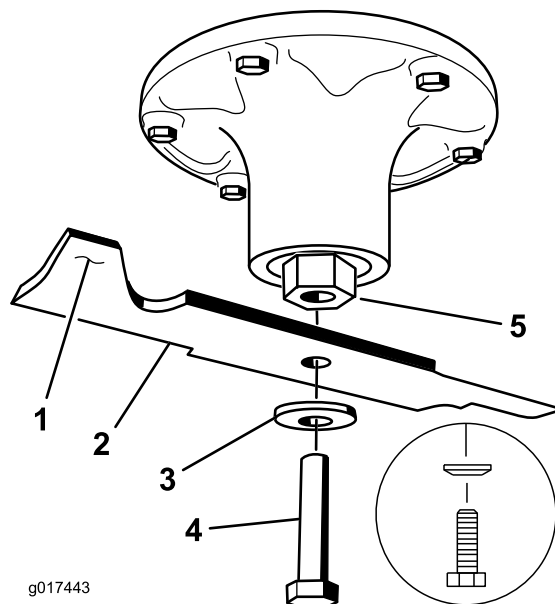

Figura 76
- Togliete il bullone, la rondella curva e la lama dall'asse del fusello (Figura 76).